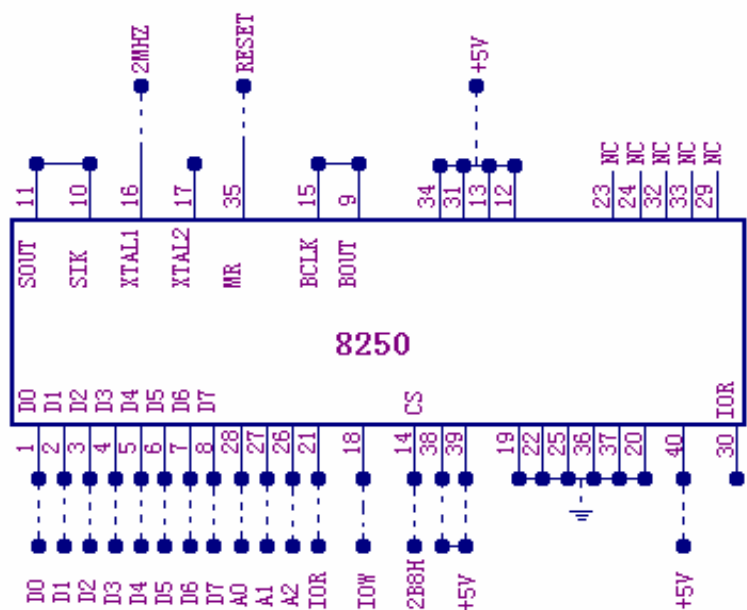

图17-1
- 1、按图17-1连接线路，图中8250芯片插在通用插座上。